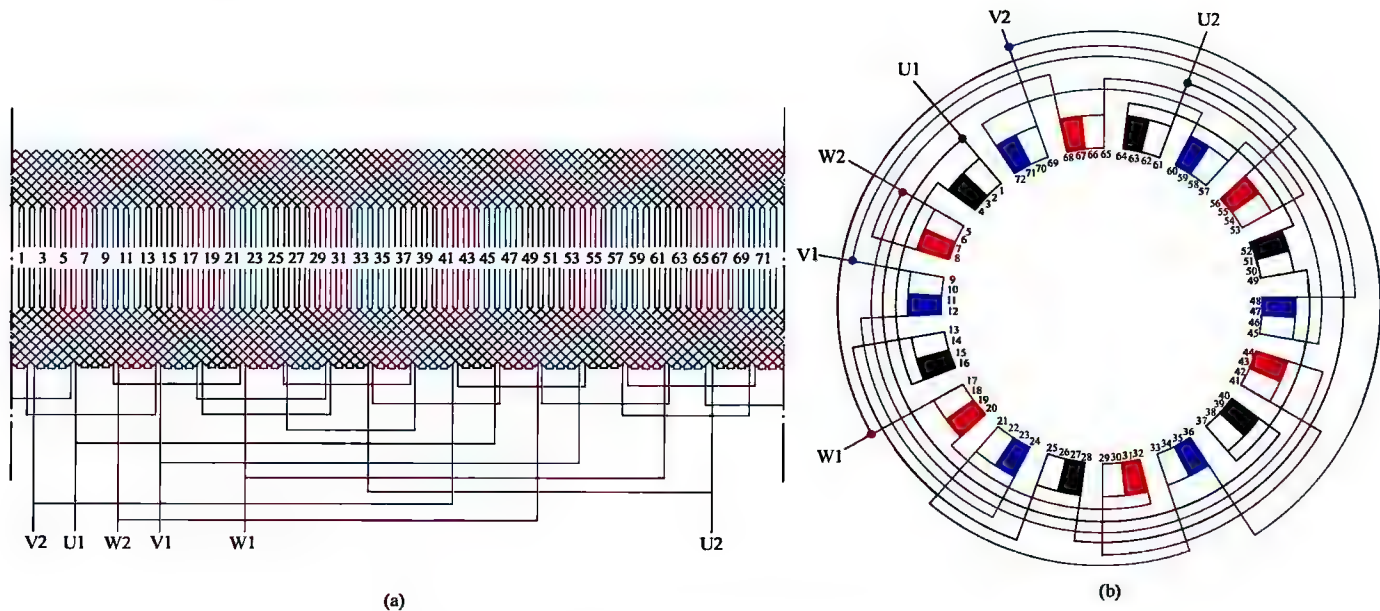

图 1-73 三相 6 极 72 槽双层叠绕组 2 路接法
73. 三相 6 极 72 槽双层叠绕组 2 路接法展开图与接线圆图 (见图 1-73)